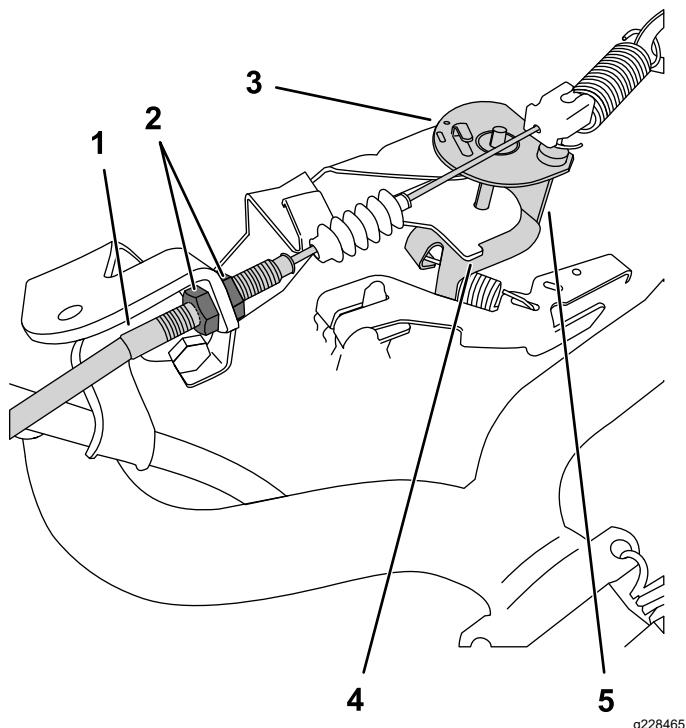

Figura 38
- No cabo do acelerador, desaperte a porca de retenção dianteira e aperte a porca de retenção traseira para aumentar o ralenti baixo (Figura 38).